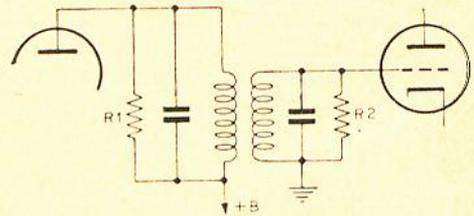

Figura 3
- 3) Transformador com primário e secundário sintonizados — figura 3.